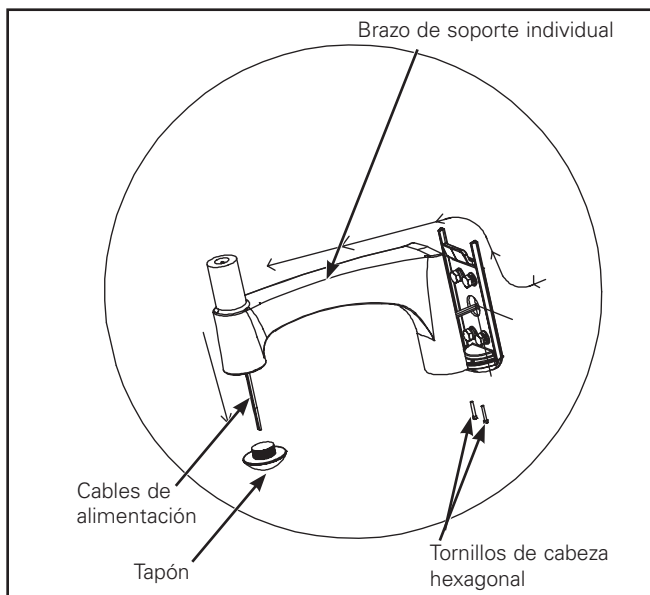

Figura 20.
4. Afloje y quite el tapón del orificio inferior del brazo de soporte individual. (Figura 20.)
6. Tire de los cables de alimentación extendidos a través del brazo y hacia el orificio en el que colocó el tapón (Figura 20) y enganche el brazo sobre la placa de pared instalada.
7. Asegure el brazo sujetando los dos tornillos en su parte inferior, hasta aproximadamente 17 pies/lb, hacia la placa de montaje en pared. (Figura 20.)